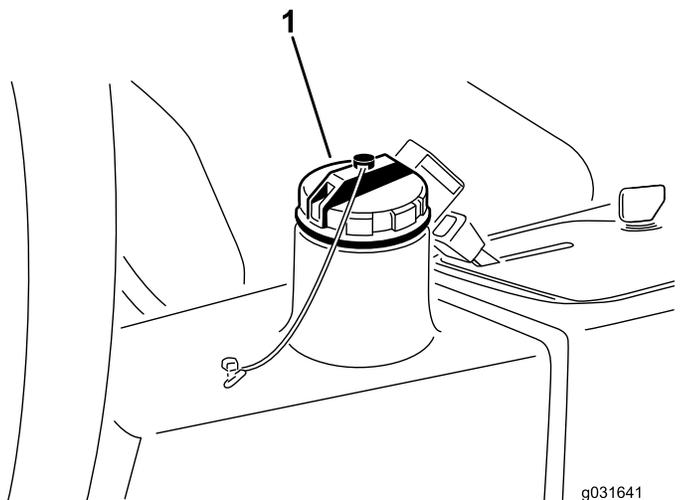

Рисунок 67
4. Залейте в бак (Рисунок 67) приблизительно 13,2 литра гидравлической жидкости; см. разделы Характеристики гидравлической жидкости (страница 61) и Проверка уровня гидравлической жидкости (страница 62).